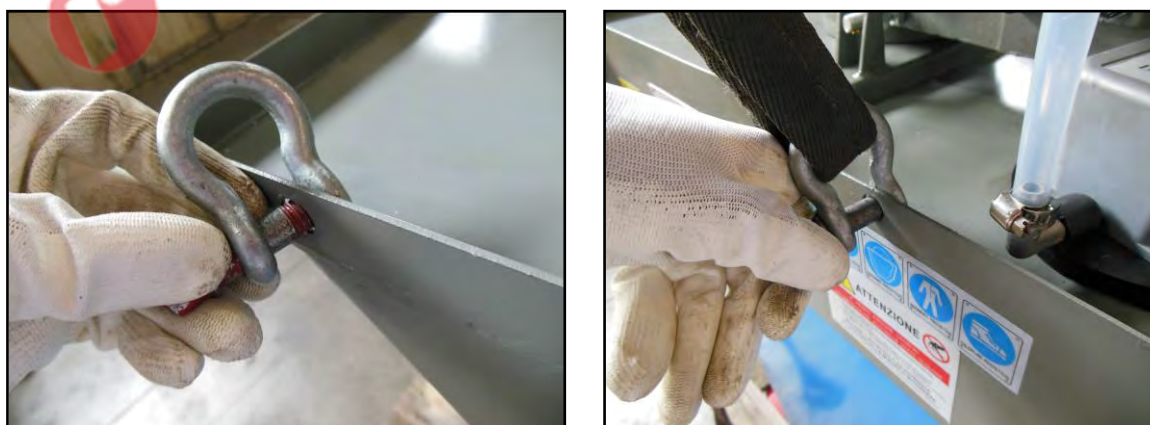

Figura 17 – Dettaglio fissaggio grilli.
- Applicare i grilli (non inclusi) nei fori di sollevamento praticati sul basamento della macchina (vedere Figura 17), due per ogni lato della macchina.